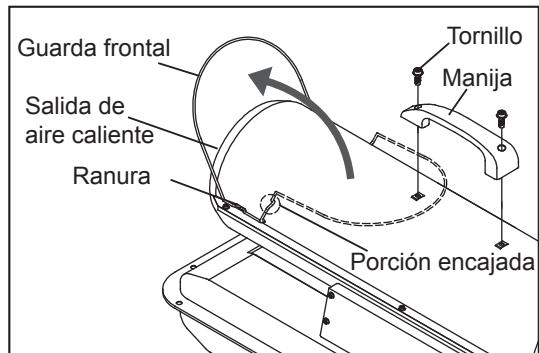

Figura 5
- A. Para los modelos DFA-45/DFA-70 únicamente (Figura 5)
2. Alinee los agujeros en la carcasa superior con los dos agujeros de montaje en la manija como se ilustra en la Figura 5.